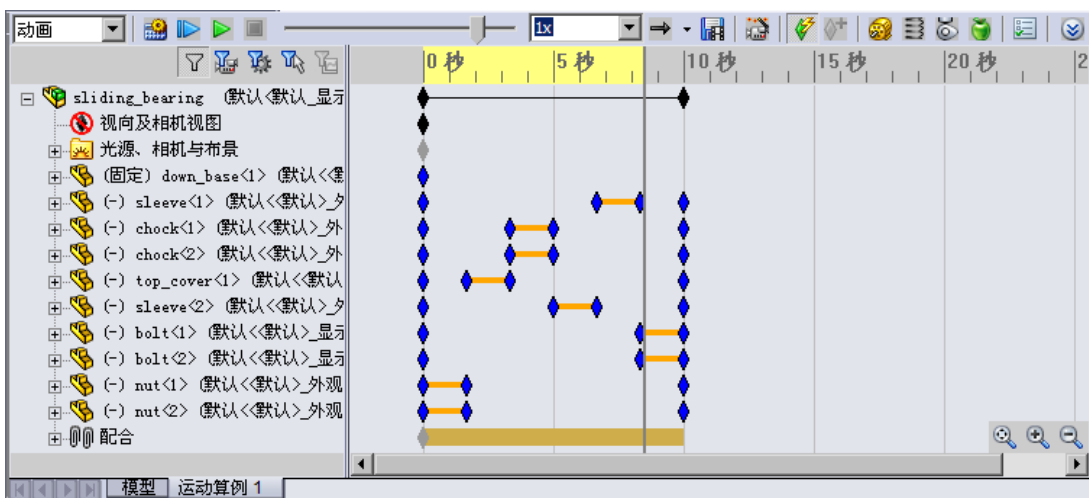

图 9.2.14 运动算例界面
Step11. 单击 **下一步 (N) >** 按钮, 系统切换到“动画控制选项”对话框, 在 **时间长度 (秒)** 文本框中输入数值 10.0, 在 **开始时间 (秒) (S):** 文本框中输入数值 0, 单击 **完成** 按钮, 完成运动算例的创建。运动算例界面如图 9.2.14 所示。